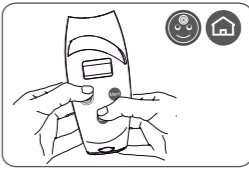

図3
- [顔]ボタンと、[ホーム]ボタンを同時に押し、両ボタンから指を離すと、[ホーム]ボタンLEDが点滅します。(図3参照)